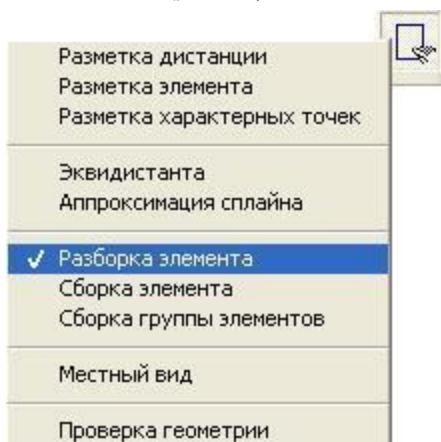

Рисунок 12. Меню дополнительные функции
- Нажмите кнопку "Дополнительные функции" на панели "Редактирование 2D" и выберите строчку "Разборка элемента" (рис.12)